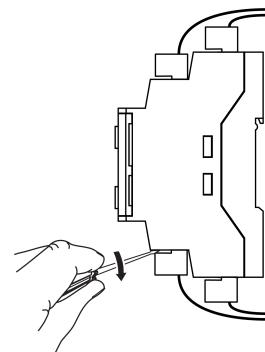

Рисунок 5.3 – Отсоединение съемных частей клемм
- Отсоединить съемные части клемм от прибора (см. рисунок 5.3).